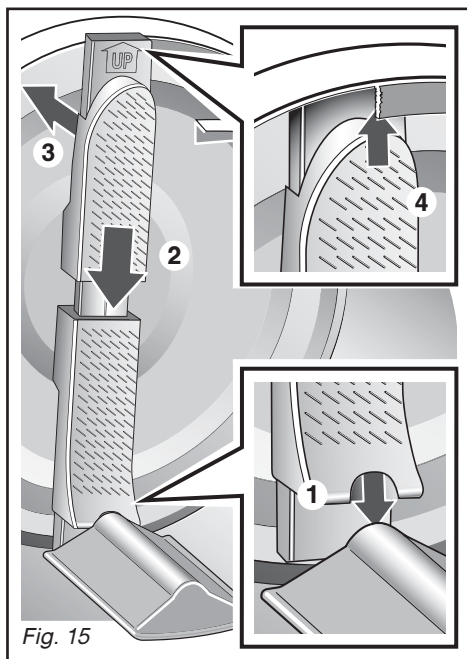

Fig. 15
L'extrémité de chaque brosse qui a une forme en demi-lune doit être orientée vers le bas. Cette forme s'adapte sur la partie saillante de l'aube du tambour (Fig. 15 ①).
Ensuite, appuyez verticalement sur la partie supérieure de chaque brosse (Fig. 15 ②) tout en plaquant celle-ci contre le flanc du tambour (Fig. 15 ③).
Lorsque vous relâchez votre pression, l'extrémité supérieure (UP) de chaque brosse doit se bloquer sous le bord haut du tambour (Fig. 15 ④).